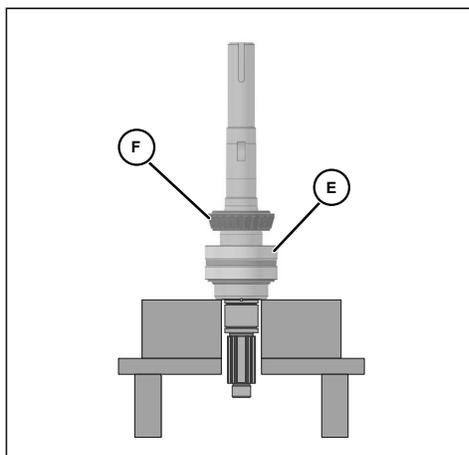

Ilustración 81 - Instalación de la copa superior y del cono superior
7. Coloque la copa superior (Ilustración 81, elemento E) sobre el separador externo.
8. Lubrique el conjunto que queda del cono superior y rodillo (Ilustración 81, elemento F) con aceite o grasa y deslícelo sobre el eje con el radio del rodillo hacia arriba. Presione sobre el eje y en la copa superior.